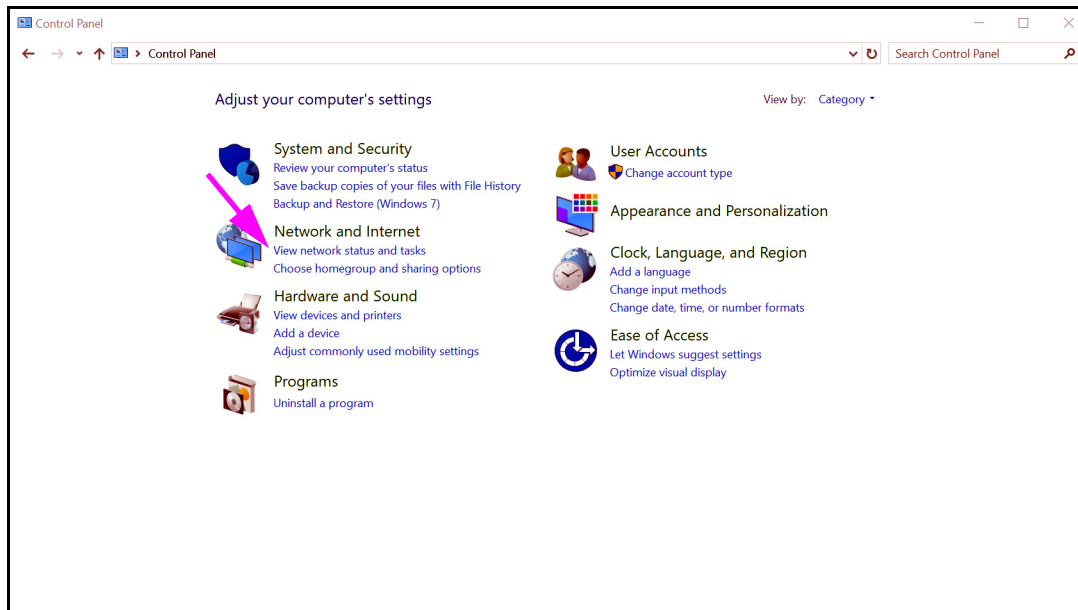

图 2-44. All Control Panel Items（所有控制面板项目）窗口 —Category（类别）视图
3. 选择 **Control Panel**（控制面板）。如果为 **Category**（类别）设置视图，则出现如图 2-44 所示的屏幕。